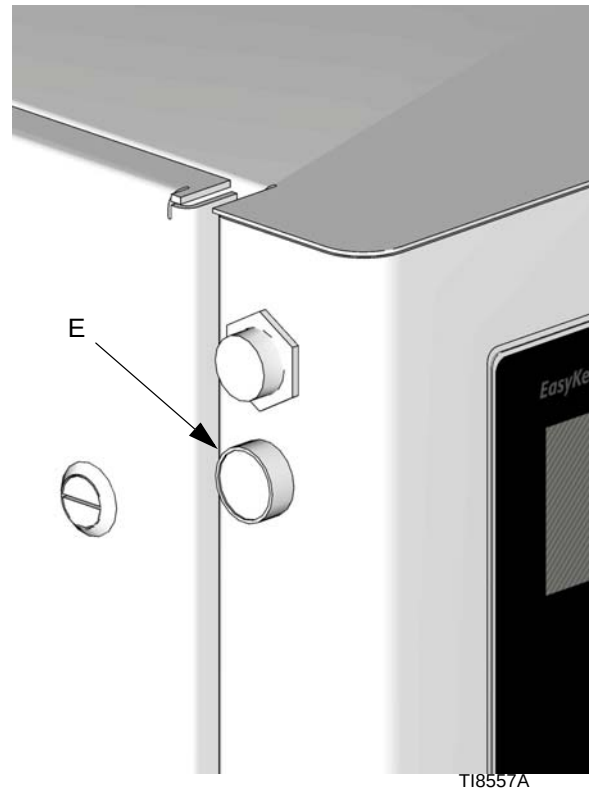

FIG. 44
Satsen för underhållssignal är konstruerad så att användaren kan indikera ett problem som behöver åtgärdas, men enheten fortsätter arbeta om inget allvarligt fel har inträffat. Med tillvalet Ljustornsats gör knappen underhållssignal (E) att en gul lampa blinkar för att bättre synliggöra problemet. Se FIG. 44. Denna sats inkluderar tryckknappens ställdon och kablage för att koppla in knappen. För ytterligare information om Ljustornet, se "Ljustornsats (253547)" på sida 80.